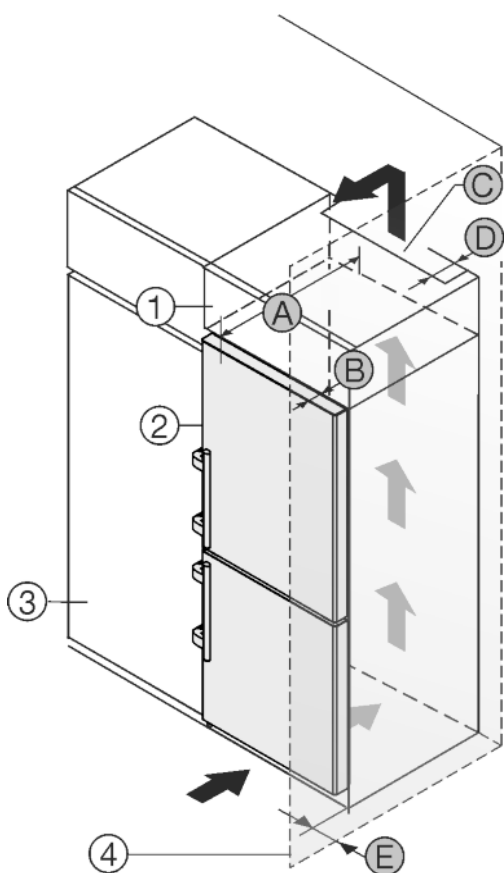

Fig. 26
Urządzenie może zostać obudowane szafkami kuchennymi. Aby dopasować urządzenie Fig. 26 (2) do wysokości ciągu szafek kuchennych, można nad urządzeniem umieścić szafkę nasadzaną Fig. 26 (1).
Urządzenie można ustawić bezpośrednio obok szafki kuchennej Fig. 26 (3). By móc całkowicie otworzyć drzwi, urządzenie musi wystawać przynajmniej o głębokość Fig. 26 (B) za front szafki kuchennej. W zależności od głębokości szafek kuchennych oraz od zastosowania elementów dystansowych urządzenie może wystawać jeszcze bardziej.
- Na tylnej ściance szafki nasadzonej wymagany jest wywiewny kanał wentylacyjny o głębokości Fig. 26 (D) na całej szerokości szafki.
- Pod sufitem pomieszczenia należy zachować przekrój odpowietrzający Fig. 26 (C).
Jeżeli urządzenie będzie ustawiane z zawiasami do ściany Fig. 26 (4), to pomiędzy urządzeniem i ścianą należy zachować odstęp Fig. 26 (E). Na taką odległość wystaje klamka przy otwartych drzwiach.